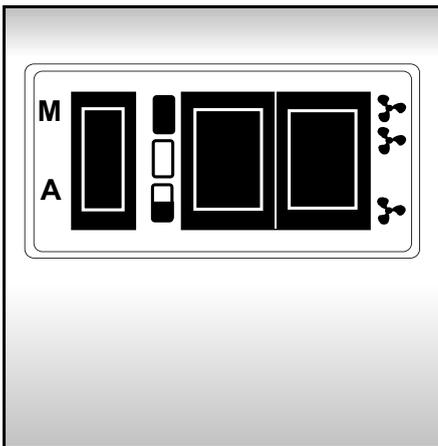

Fig. 1
- Perçer les trous de fixation suivant les positions indiquées par le gabarit ainsi que la cote mini à respecter (Fig. 1 et Fig. 2).